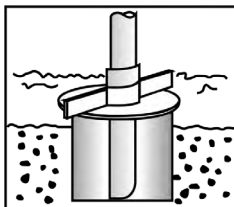

Figura 10: Tampa do poço
- Antes de conectar o último tubo, deve-se encaixá-lo na tampa do poço (flange de boca de poço), conforme mostra a figura 10.